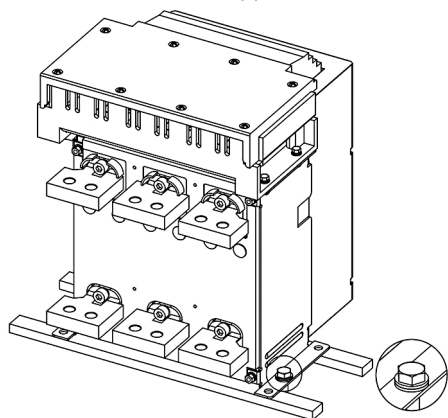
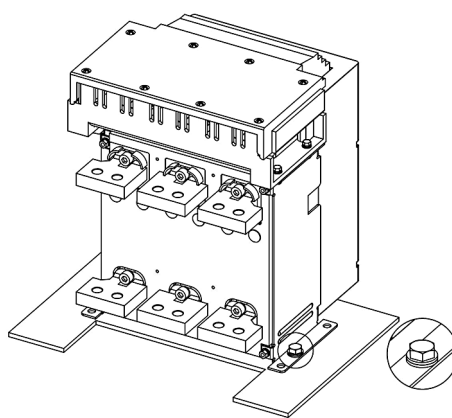

Рисунок 25
Рисунок 26
4.10.2.3 Установить выключатель на направляющие (рисунок 25), либо монтажную поверхность (рисунок 26), расположенные в распределительном шкафу, и зафиксировать его с помощью четырех болтов M8.